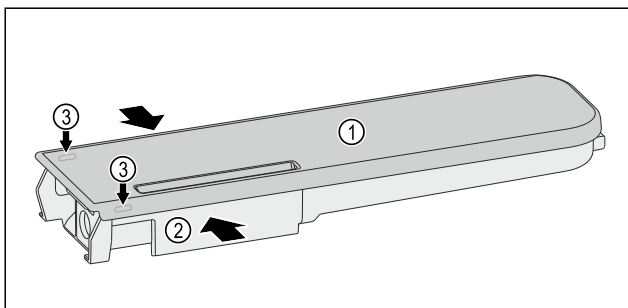

Fig. 158
- ▶ Stisnite spremnik za vodu *Fig. 158 (2)*, pažljivo podignite poklopac *Fig. 158 (1)* preko zasuna *Fig. 158 (3)* i ga povucite prema gore.
- ▶ Poklopac *Fig. 158 (1)* lagano pomičite amo-tamo i izvadite ga prema gore.